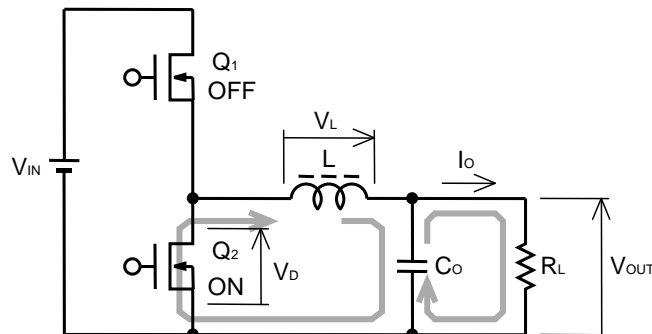

Fig. 4 同期整流型 降圧コンバータの基本回路
- 同期整流の場合は、下側スitching素子  $Q_2$  が ON 時の電圧降下 (Fig. 4)